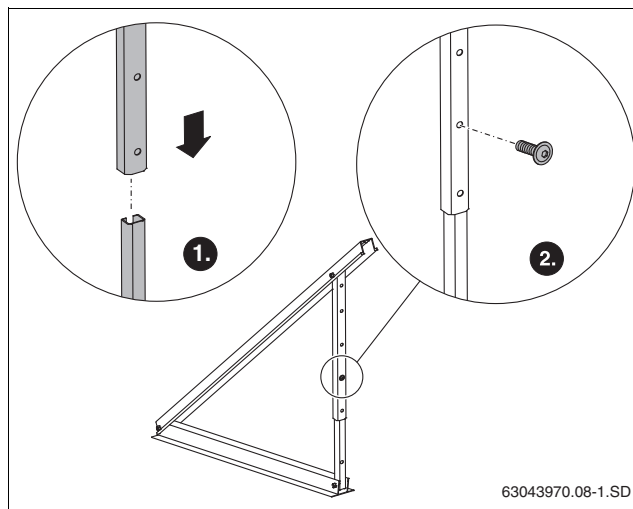

Рис. 11 Соединение телескопических стоек
- ▶ Вставьте направляющие одну в другую и закрепите винтом М8 х 20 (рис. 11).